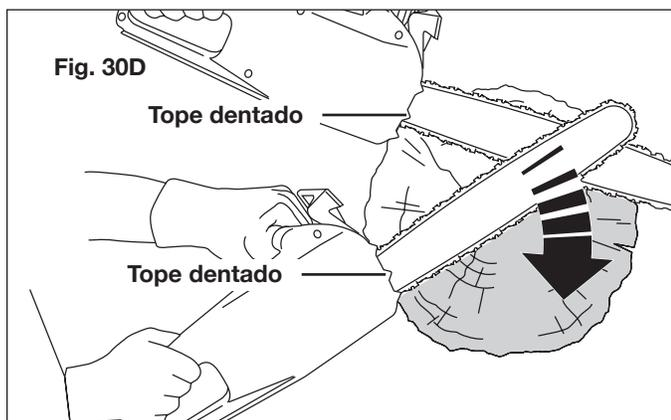

Fig. 30D
- Es más fácil serrar un tronco usando el tope dentado (Fig. 30D).